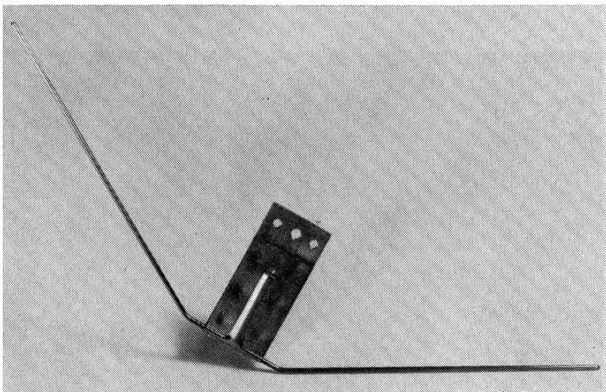

Abbildung 22
- Der gewöhnliche Einstreichfuss (Abbildung 22), des-sen Mascheneinstreichdraht ein Rundprofil aufweist, und der für alle Rippgestricke passt.